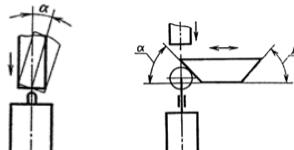

Рис.3
8.8.3 Выключатели ВПК 2010, ВПК 2110 предназначены для работы толкающим упором (**рисунок 3**).